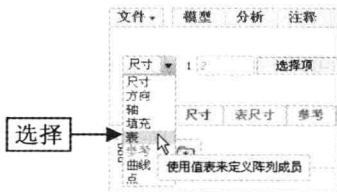

图 7-48 选择“表”选项
Step 02 弹出“阵列”选项卡，单击“尺寸”右侧的下拉按钮，在弹出的下拉列表中选择“表”选项，如图 7-48 所示。